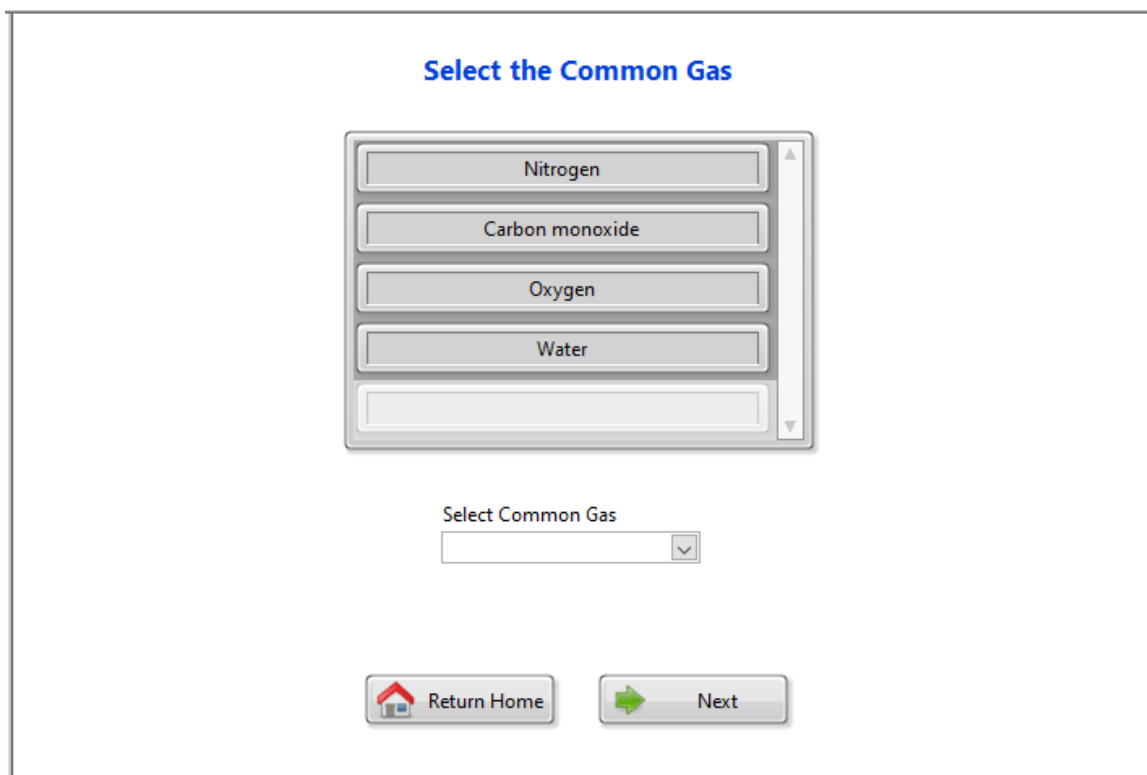

Fig. 28. Selección del gas común de todos los cilindros.
2. En la nueva ventana seleccionar el gas en común (Fig. 28) y dar clic en la pestaña **Next**.